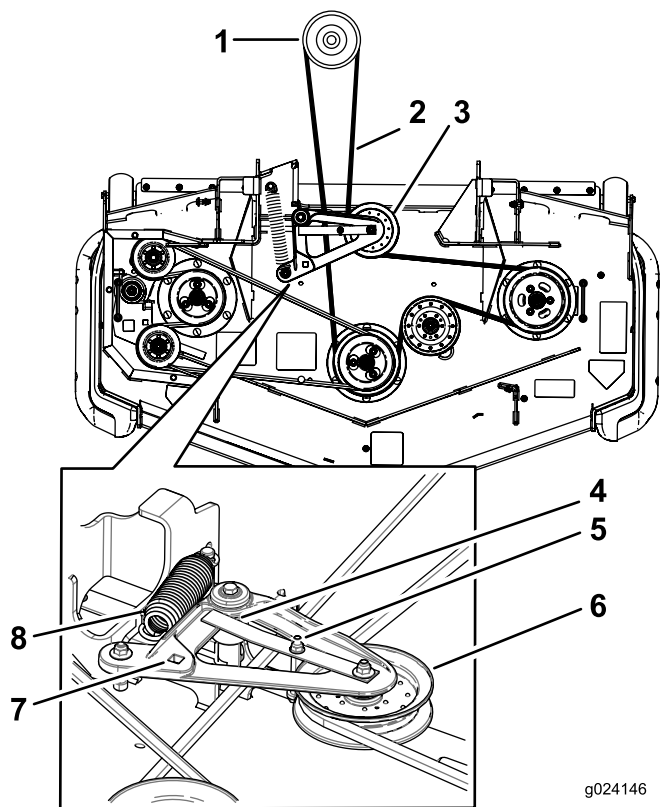

**Figura 97**
**Importante:** La cuchilla derecha de esta carcasa de corte es contrarrotativa e incorpora un perno con rosca a izquierdas. Consulte en Figura 97 la ubicación correcta de las cuchillas del cortacésped.
1. Instale las cuchillas izquierda y central, las arandelas curvas y los pernos de las cuchillas en los ejes (Figura 96 y Figura 97).
2. Instale la cuchilla derecha, la arandela curva y el perno de la cuchilla (perno con rosca a izquierdas) en el eje (Figura 96 y Figura 97).